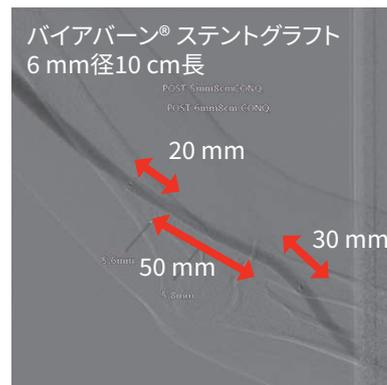

図2 バイアバーン® スtentグラフト留置後
- 血管造影にて血管内腔は十分に拡張されていること、合併症がないことを確認した後、シースを抜去し手技を終了した。(図2)